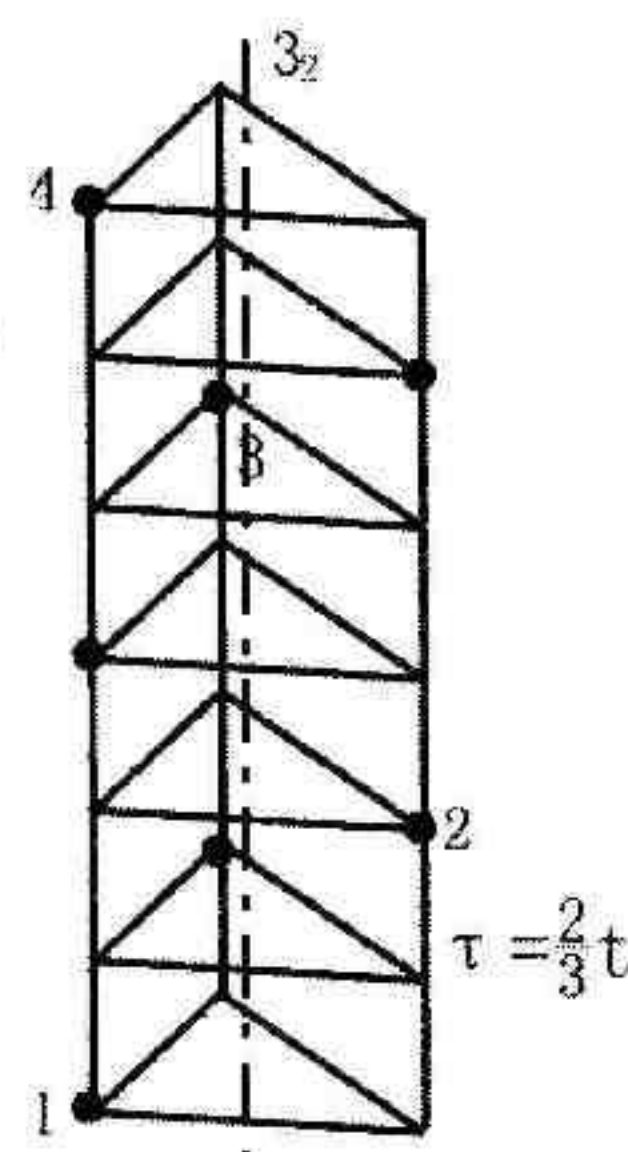

图 1
11. 对称是晶体的基本性质之一, 图 1 表示晶体的哪种对称关系并说明其含义。(4 分)